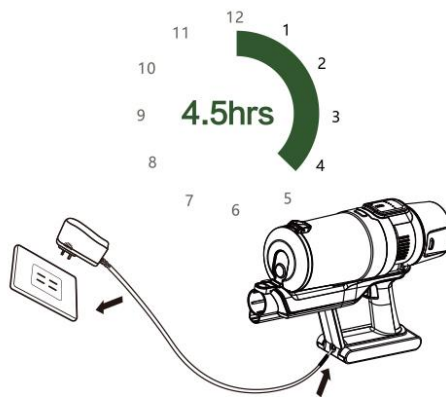

Fig. 3
3. De connector van de laadadapter is in het laadstation geïntegreerd. Om de laadadapter apart te gebruiken, draai de schroef los met een schroevendraaier, open het deksel en haal de connector vervolgens uit het laadstation. (Fig. 3)